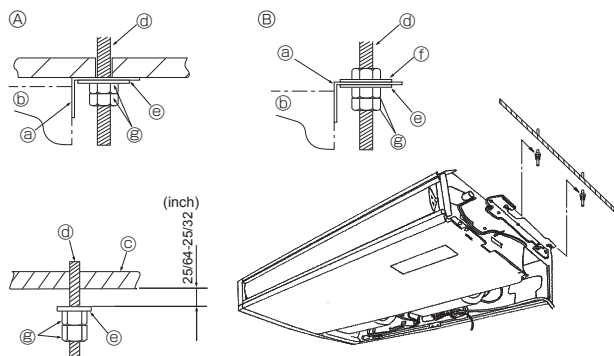

Fig. 3-6
- (I) Faire glisser le panneau latéral vers l'avant.
- (J) Panneau latéral
- (K) Enlever les vis de fixation du panneau latéral.
- (L) Retirer la protection en vinyle des volets.
- (M) Ne jamais forcer pour ouvrir la grille d'arrivée d'air ni l'ouvrir dans un angle supérieur à 120° sinon vous risqueriez d'endommager les charnières.
3.3. Installation de l'appareil intérieur (Fig. 3-6)